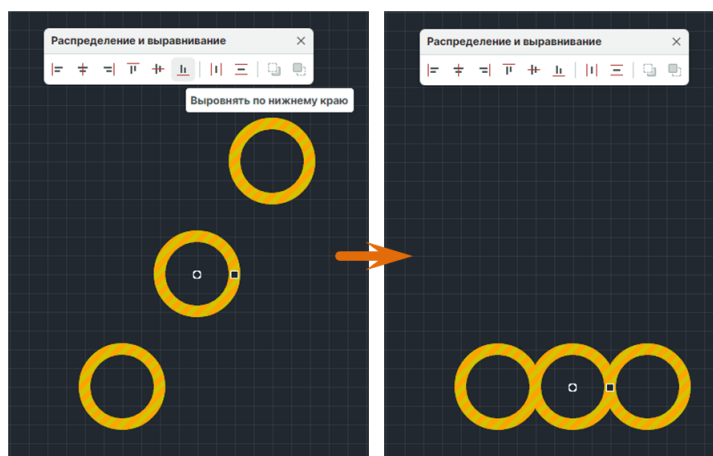

Рис. 375 Выравнивание по нижнему краю
2. На панели «Распределение и выравнивание» выберите инструмент «Выровнять по нижнему краю», который обозначен иконкой , см. Рис. 375.